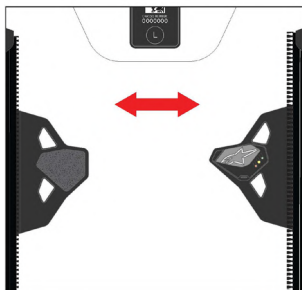

图 13：如何关闭系统；
如图 13 所示，要保持系统处于关闭状态，请打开前挡板 (3)，拉开拉链。在存放、运输或装运时，请始终将系统保持在此状态。
警告！当您不骑摩托车时，即使您继续佩戴该系统，也务必通过打开前挡板 (3) 关闭系统，如图 13 所示。尽管该系统已针对许多非骑行活动进行了评估，但保持系统开启和/或激活状态会增加意外部署的可能性，同时也会耗尽电池电量。